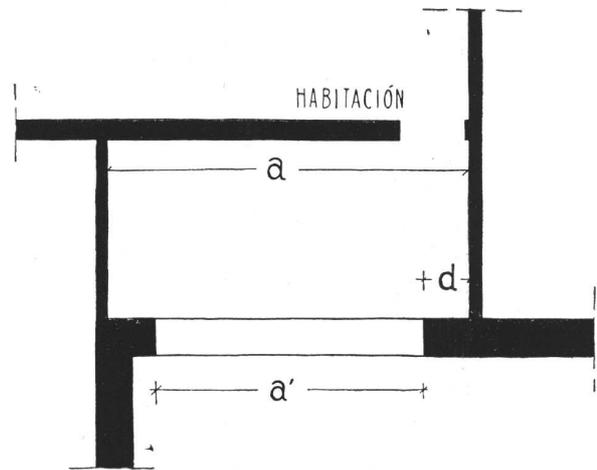

Fig. 5
d) el ancho de la abertura libre de obstáculos del muro saledizo será por lo menos igual a las tres cuartas partes del ancho de la galería; en ningún caso la abertura distará más de un metro del muro perpendicular interior de la galería (fig. 5).
(1) Se permite la no existencia de ventana porque, como se verá en el art. 95 modificado, al exigir características especiales de iluminación, gozarán las habitaciones de servicio, de condiciones semejantes a las del resto de las habitaciones.
(2) Obsérvese que en la actualidad las habitaciones de servicio son los únicos locales que disponen de una sola puerta por toda abertura. Esta cláusula obliga a proyectar, como mínimo, una abertura más, aparte de la puerta de entrada, con el objeto de lograr una ventilación eficaz. Por otra parte tal precaución se usa espontáneamente en todos los demás locales de una vivienda.
(3) Este es el único caso en que se propicia un aumento en la superficie de patios, que se justifica: 1º porque se aplicaría solamente para la ventilación e iluminación indirectas de las habitaciones, lo que es de por sí una franquicia; y 2º porque si ésta franquicia se prohibiera en absoluto, se privaría a la casa de un recurso que es beneficioso cuando está bien resuelto (caso de las "terrazas cubiertas" frente a habitaciones principales).